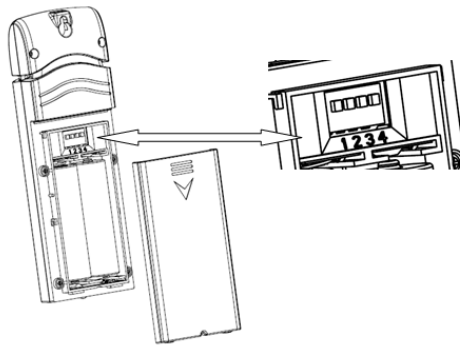

Abbildung 3
- a) Entfernen Sie die Batteriefachabdeckung auf der Rückseite des/der Sender(s), indem Sie die Batteriefachabdeckung nach unten schieben, wie in Abbildung 3 dargestellt.
Temperatureinheit: Um die Anzeigeeinheiten der Temperaturmessung ($^{\circ}\text{F}/^{\circ}\text{C}$) zu ändern, ändern Sie den Dip-Schalter 4, wie in Abbildung 3 beschrieben.